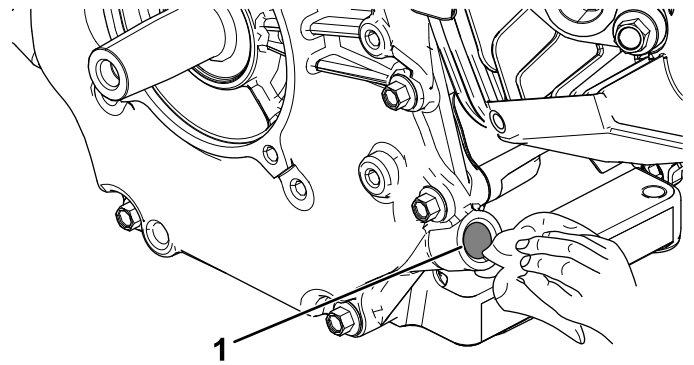

Figura 7
3. Limpe cuidadosamente a abertura onde irá instalar o tubo da vareta (Figura 7).